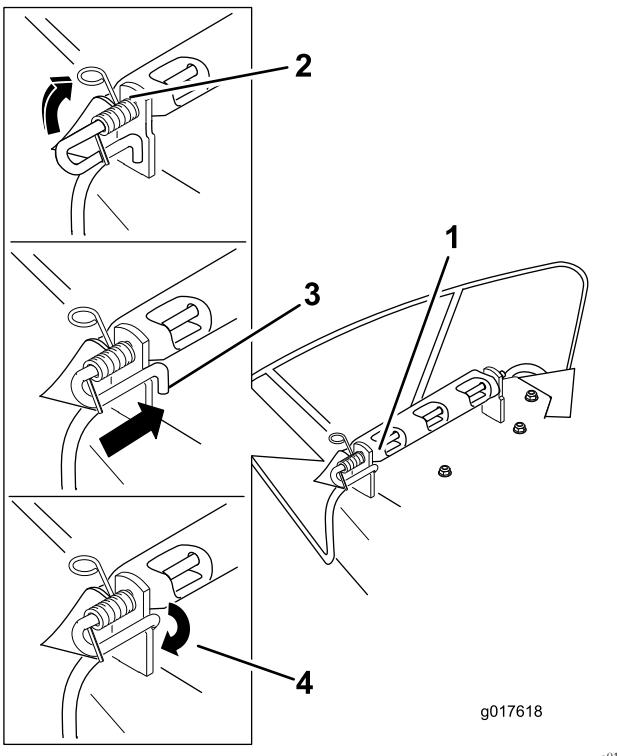

Figura 64
3. Coloque el nuevo deflector de descarga con los extremos de los soportes entre los soportes soldados de la carcasa, según se muestra en Figura 64.
6. Levante el extremo del muelle que tiene bucle y colóquelo en la muesca del soporte del deflector (Figura 64).
7. Fije el conjunto de varilla y muelle torciéndolo de manera que el extremo corto de la varilla pueda colocarse detrás del soporte delantero que está soldado a la carcasa (Figura 64).